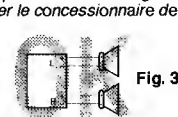

Fig. 3
- Redo the speaker wiring so that you can connect the unit to the speakers as illustrated in Fig. 3.
- If the speaker wiring in your car is as illustrated in Fig. 3, you can connect the unit using the original speaker wiring in your car.
- Vuelva a efectuar el conexionado de altavoz de manera que pueda conectar la unidad a los altavoces de la manera indicada en la Fig. 3.
- Si el conexionado de altavoz de su automóvil es como se indica en la Fig. 3, podrá conectar la unidad utilizando el conexionado de altavoz original de su automóvil.
- Recommencez le câblage des enceintes de façon que vous puissiez connecter l'appareil aux enceintes comme montré sur la Fig. 3.
- Si le câblage des enceintes de votre voiture est comme montré sur la Fig. 3, vous pouvez connecter l'appareil en utilisant ce câblage original d'enceintes pour votre voiture.